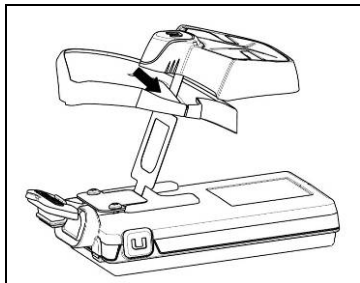

Fig. 4
- Inserir o cabo FLEX do sistema ESS na ranhura do adaptador selecionado como indicado, seguindo a direção de inserção da imagem. (Fig. 4);